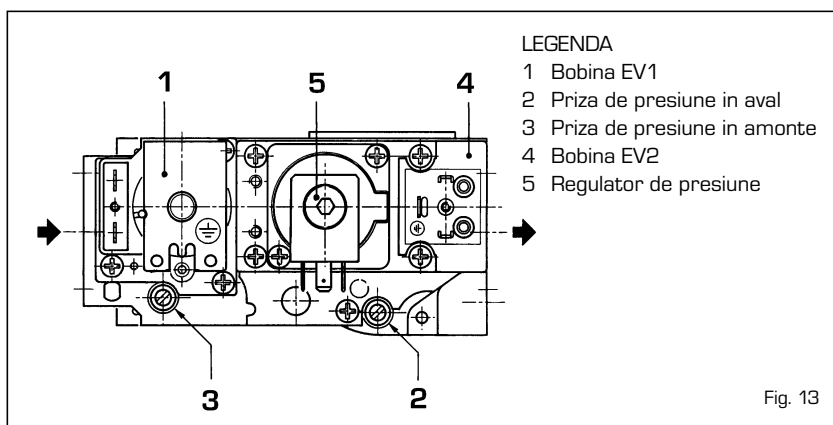

Fig. 13
Pentru a tara presiunea pe ACM procedati dupa cum urmeaza (fig. 13/a):
Pentru a executa tararea presiunii de incalzire actionati dupa cum urmeaza (fig. 13/a):
- La versiunile "26/80 CE IONO" slabiti contrapiulita bobinei modulante (poz. 1 fig. 13/a) si strangeti pana la capat racordul (poz. 3 fig. 13/a). Strangeti contrapiulita (poz. 1 fig. 13/a) si reglati presiunea la intrarea in vana la o valoare cuprinsa intre 30/37 mbar, in functie de tipul de gaz utilizat, actionand reductorul de presiune, montat in exteriorul grupului termic; in acest moment s-a executat tararea circuitului de ACM. Pentru a regla puterea pe incalzire la puterea efectiva ceruta de instalatie actionati dupa cum se indica la punctul 4.3.2.